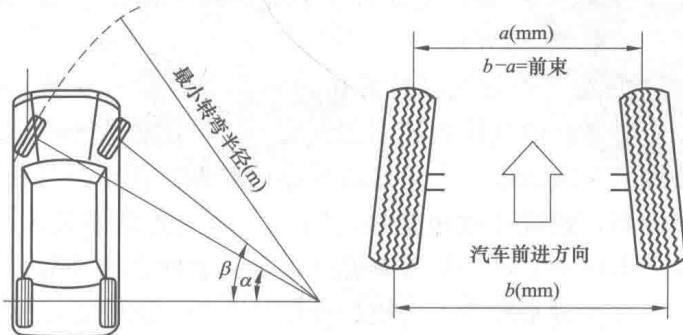

图 1-5 基本参数三
(7) 行李箱容积。行李箱容积是指车尾行李箱的长度×宽度×高度。
(8) 油箱容量。油箱容量是指汽车油箱所能装盛的燃油量（单位：L）。
(9) 整车质量。整车质量是指未载乘客与货物时，已装满燃油、冷却水、润滑油的汽车质量（单位：kg）。
(10) 最小转弯半径。最小转弯半径是指当转向盘转到极限位置时，内、外转向轮中心平面在汽车支承平面上的两个轨迹圆半径中较大的半径称为汽车最小转弯半径，如图 1-5 所示。
(11) 前束。前束是指汽车两前轮轮胎最前面的中心距离与轮胎最后面的中心距离之差，如图 1-5 所示。